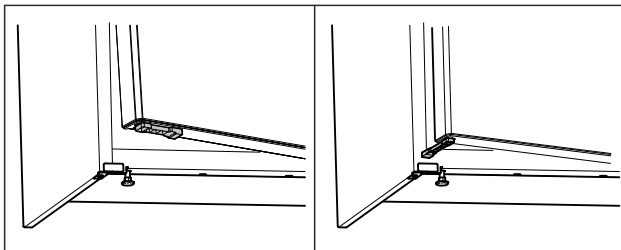

Fig. 56 \*
- ▶ Ruotare il limitatore di apertura della porta di 90°. (vedere Fig. 56) \*